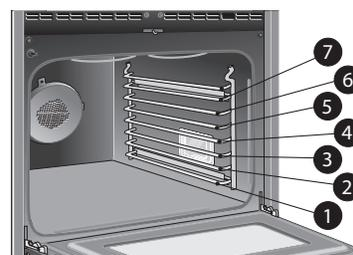
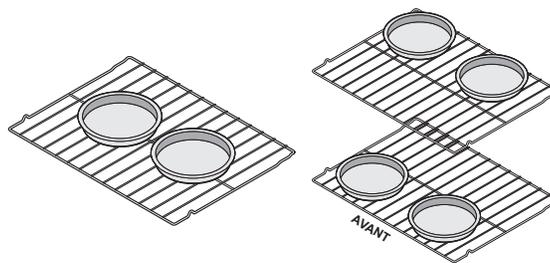

Figure 16 : Positions des grilles
Figure 17 : Espacement de pan seul rack (L), Double espacement (R)
1. Pour de meilleurs résultats, une cuisson à crémaillère est recommandé. Tout four de préchauffage. Placer les aliments dans la position de grille 3 ou au centre du four (Figure 16) en utilisant un support de glisse et de placer des casseroles comme le montre la Figure 17.
- Pour obtenir de meilleurs résultats lorsque vous utilisez deux grilles pour la cuisson de gâteaux, placez ces dernières aux positions 2 et 7 (Figure 16) et placez les plats comme illustré à la Figure 17. Utilisez grille à glissière en position 2 et une grille plate en position 7.